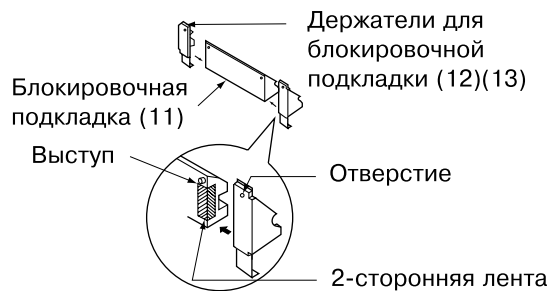

Рис. 12
3. Присоедините держатели к блокировочной подкладке. (См. рис. 12) Совместите выступы подкладок с отверстиями в держателях и скрепите эти элементы между собой 2-сторонней лентой.